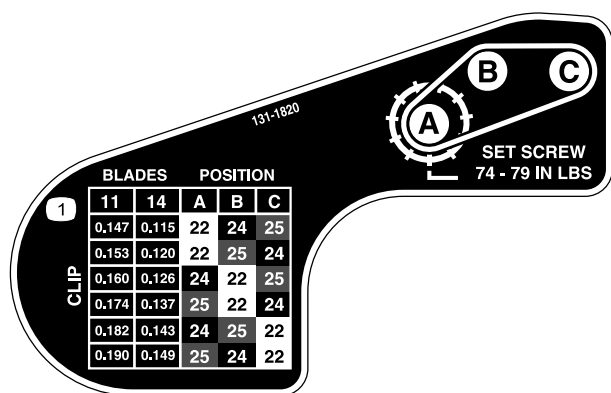

Рисунок 18
6. Используя таблицу, приведенную на наклейке в Рисунок 18, определите нужную настройку срезания и какие шкивы необходимо переместить.
9. Установите каждый шкив в новой конфигурации, как показано на наклейке (Рисунок 18).